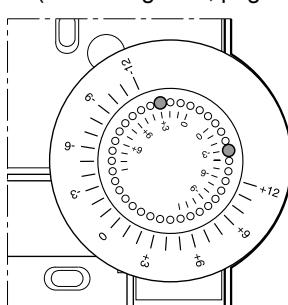

Figura 6: Limitazione del campo di regolazione
- ▶ Spostare le due piccole spine nei fori della rotella di regolazione per limitare il campo di regolazione (vedere Figura 6.). Orientarsi per tale operazione con la scala interna: Nella Figura 6, le spine sono impostate in modo tale che la rotella di regolazione si possa spostare solo di $\pm 3^{\circ}\text{C}$ dal punto zero.